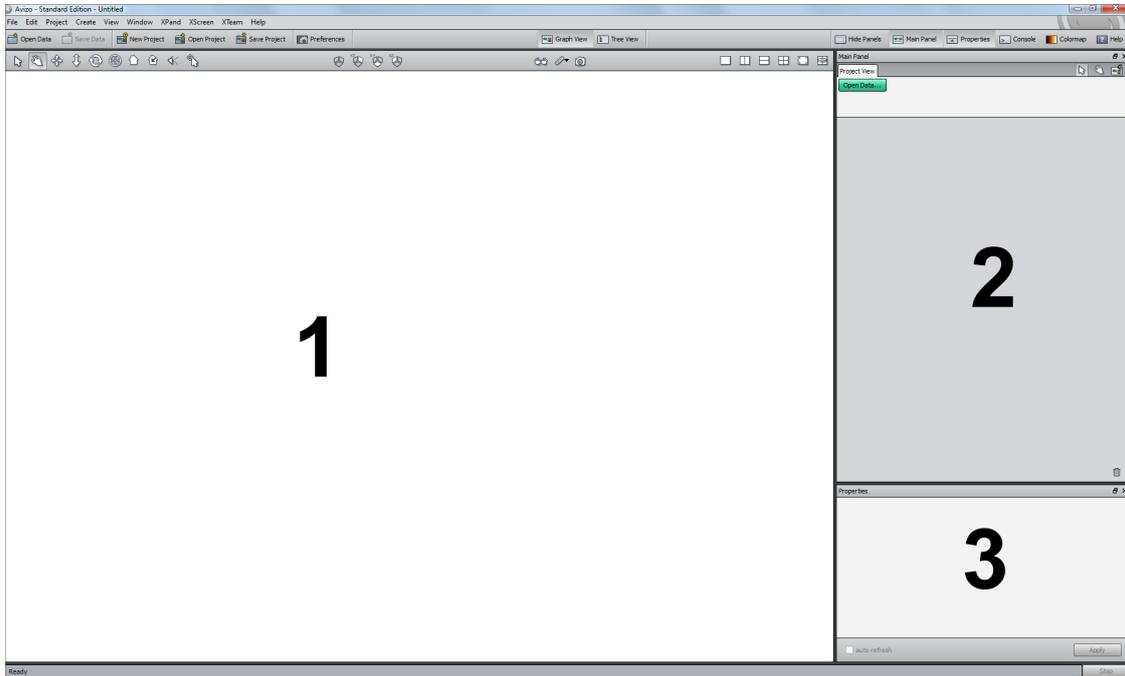

Figure 4: Vue générale du logiciel Avizo 7.
La figure 4 montre la présentation du logiciel à l'ouverture. Celui-ci se compose de plusieurs éléments : une fenêtre de visualisation (notée 1), un environnement Project View (2) et un environnement Properties (3). Le menu permet d'accéder aux différentes commandes et plusieurs barres d'outils proposent des raccourcis. Les paragraphes suivants vont détailler l'utilité de l'ensemble de ces commandes.